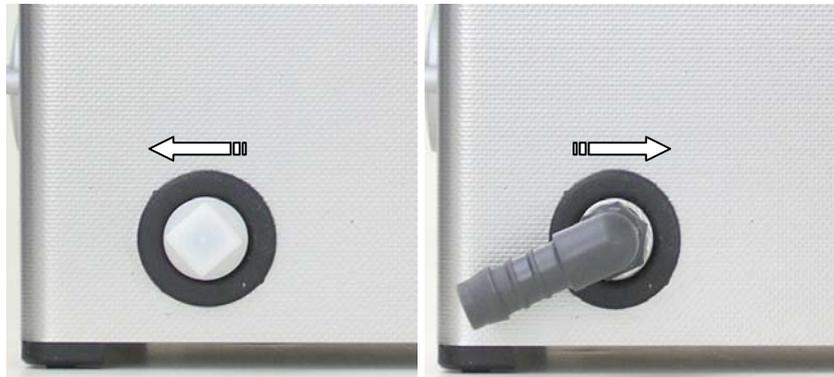

Bild 5.1 Ablauf mit Verschlussstopfen Auslieferungszustand Bild 5.2 Ablauftülle montiert
1. Schrauben Sie die werkseitig angebrachte Schraubkappe aus Kunststoff im Gegenuhrzeigersinn ab (*siehe Bild 5.1*)